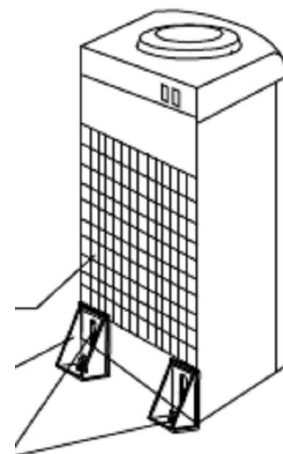

**Рис.2**
- 1-2. Ослабьте винты в левом или правом нижнем углу, как показано на Рис.2